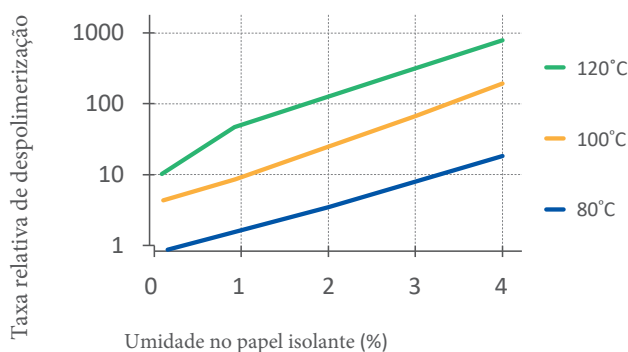

Figura 2- Taxa de despolimerização da celulose em papel isolante em relação ao conteúdo de umidade percentual a diferentes temperaturas **
A resistência do papel isolante é definida pelo seu grau de polimerização (DP), que representa o tamanho "médio" das cadeias de celulose no papel. Um transformador novo tem DPs típicas de 1000 a 1200, enquanto um transformador no fim de sua vida útil tem DP de valor tão baixo como 200. Esta degradação não pode ser interrompida, mas a sua taxa de evolução depende fortemente da umidade no papel (ver figura 2).